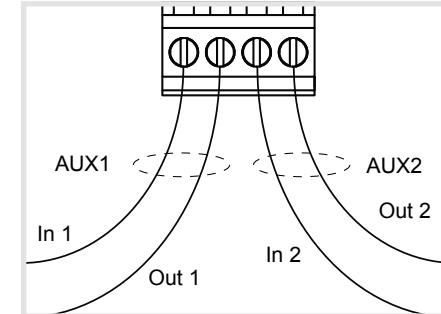

Figura 6: morsetto di collegamento (AUX) per generatori di segnale esterni
L'apparecchio è dotato di due contatti a potenziale zero (figura 6) ai quali, ad es., può essere collegato un ingresso binario radio KNX. In questo modo, è possibile ad esempio inviare un segnale di allarme al bus KNX, e generare e visualizzare un messaggio di allarme per una centrale dei messaggi/di assistenza. Il segnale di allarme resta attivato fino a quando il messaggio di allarme viene confermato tramite pressione del tasto (3) sull'unità sensore. Il cablaggio dei contatti a potenziale zero e il relativo significato sono riportati nella tabella 3.
- Collegare il cavo di alimentazione monofase del piano cottura (29) al morsetto di collegamento **IN** (21/22/28) dell'interruzione di tensione. A tale scopo, collegare innanzitutto il conduttore di protezione.
- Inserire la linea di allacciamento (29) nella guida di inserimento del cavo (10).
- Effettuare il fissaggio cavo antistrappo (25).
- Collegare il cavo di collegamento monofase (29) al morsetto di collegamento **OUT** (21/22/27) dell'interruzione di tensione. A tale scopo, collegare innanzitutto il conduttore di protezione.
- Opzione: inserire il sensore di perdita d'acqua nella porta (11) dell'interruzione di tensione (9), (vedere la sezione Montaggio del sensore perdita d'acqua).
- Fissare la copertura della scatola (12) sulla parte inferiore della scatola mediante le viti di fissaggio (13).
- Opzione: collegare il generatore di segnale esterno al contatto a potenziale zero (17), (figura 6).